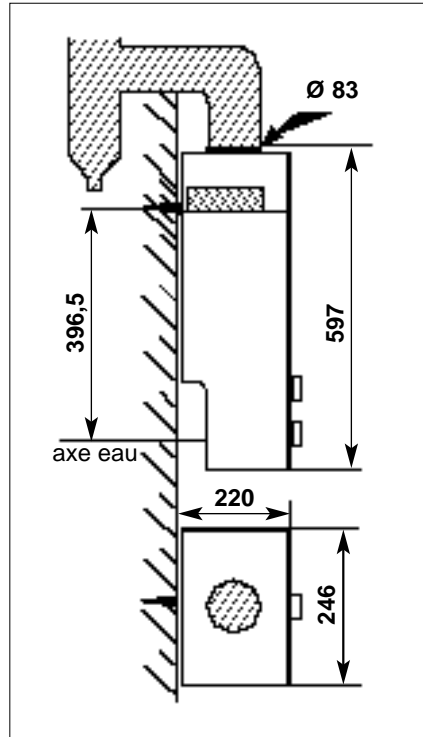

Fig. 2
- Placer la vis à bois de la plaque d'accrochage à 396,5 mm au-dessus de l'axe d'arrivée d'eau (fig. 2).
Raccorder l'appareil à un conduit d'évacuation à l'aide d'un tuyau qualité gaz normalisé de diamètre Ø 83 mm. Ce tuyau de raccordement s'emboîte à l'intérieur de la virole du coupe-tirage. Prévoir un pot de purge attenant au conduit d'évacuation, afin de recueillir les condensations éventuelles de la cheminée (voir fig. 2).